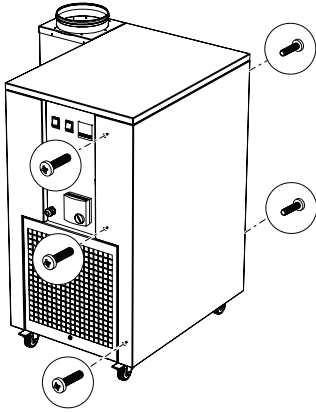

FIGURA 14: Tornillo del panel
1. Retire los tornillos girándolos en sentido contrario a las agujas del reloj. "FIGURA 14: Tornillo del panel"